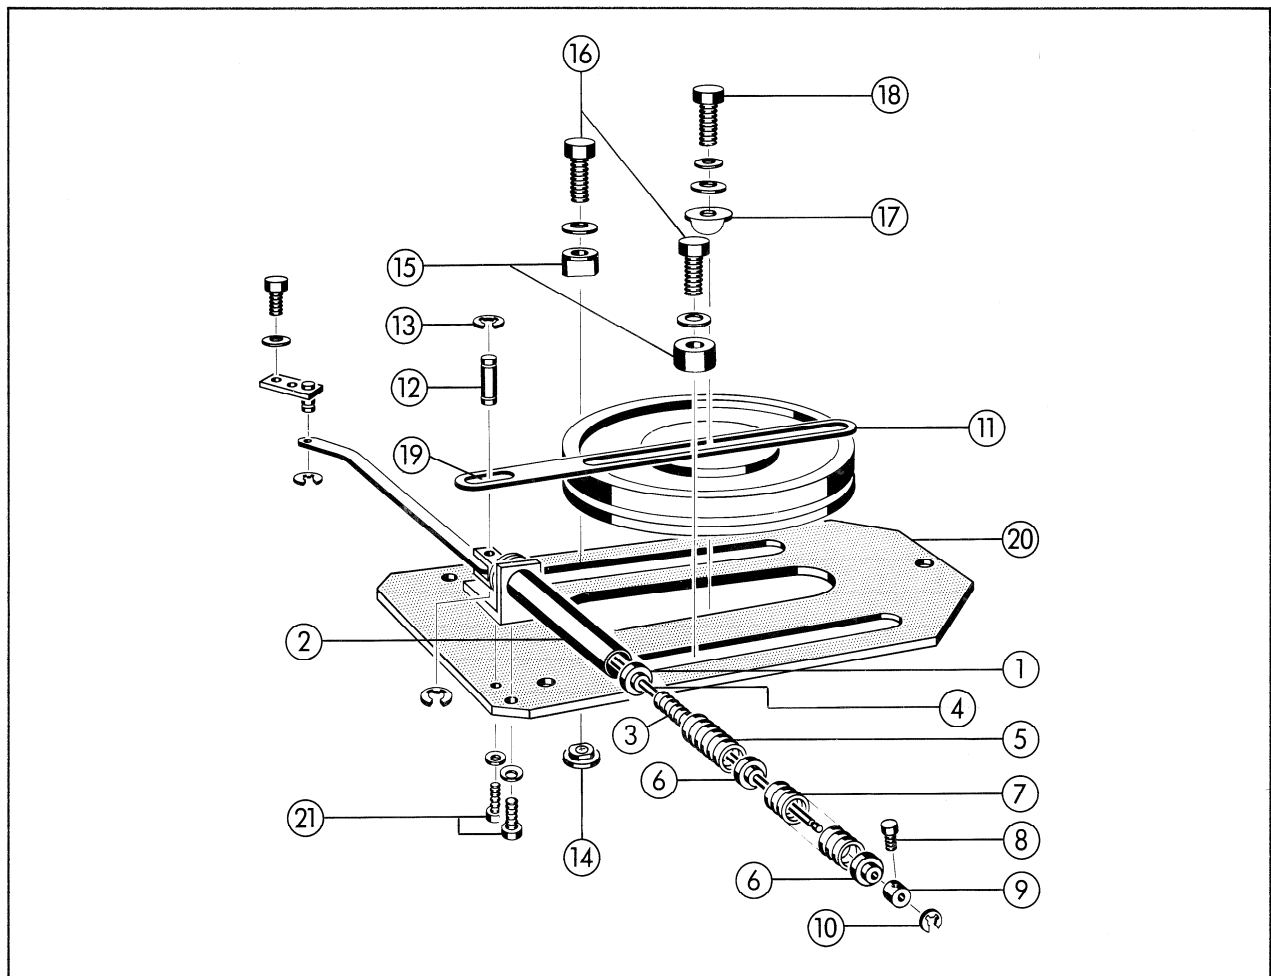
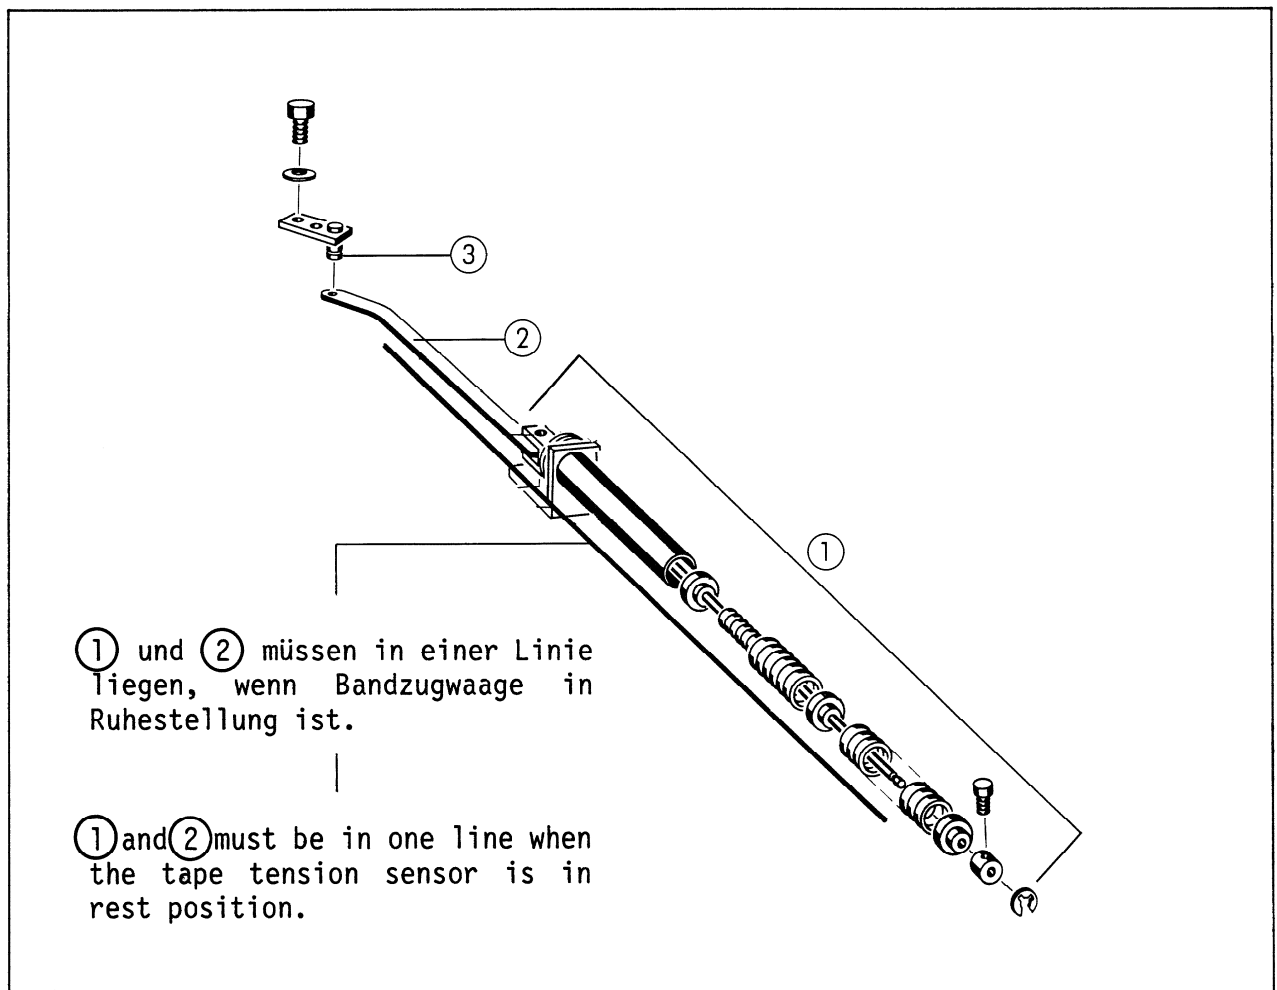
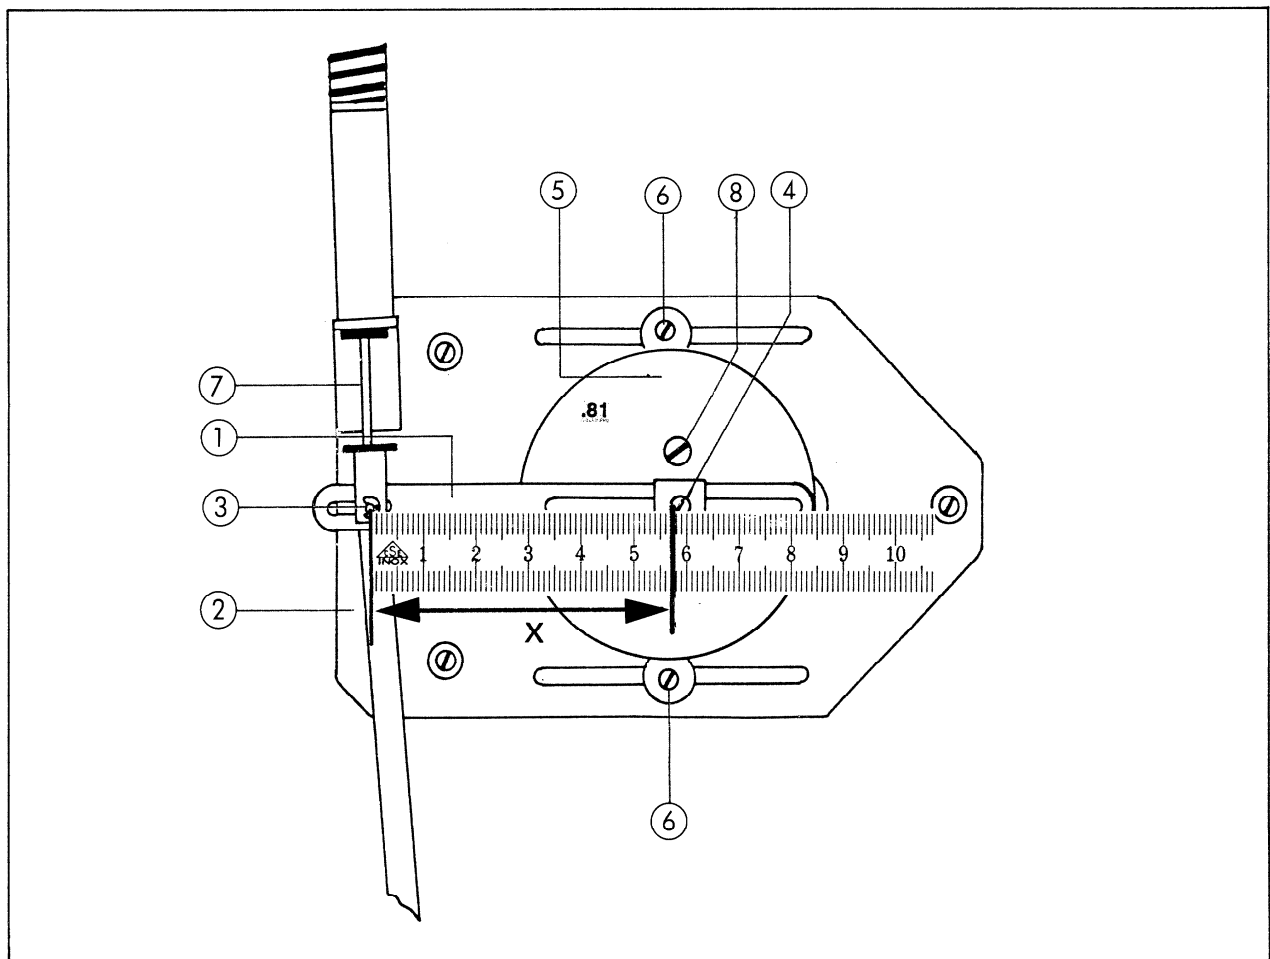

Fig. 3
Fig. 4
Fig. 5
| <p>4. Kontrollieren, dass die Führungshülse ① fest im Führungsrohr ② sitzt, ansonsten einleimen. (Fig. 3).</p> | <p>4. Check and make sure that the guiding sleeve ① is firmly seated in the guiding tube ② if not, cement it in place (fig. 3).</p> |
3. Den neuen Hebel (11) wieder über die Achse (12) schieben und Achse mit Seegerring (13) gemäss Fig. 3 wieder befestigen.
4. Die spez. Muttern (14) von unten in die Langlöcher stecken und die Klemmteile (15) mittels den Schrauben (16) und samt den Sperrscheiben leicht anziehen.
6. Den Hebel (11) mit der Dämpfungsdose koppeln und den Klemmbügel (17) auf den Hebel aufstecken. Schraube (18) mit Unterlagsscheibe und Sperring leicht anziehen.
7. Hebel (11) so verschieben, dass die Kopplungsachse (12) in die Mitte des Langloches (19) zu liegen kommt. Schraube (18) festziehen.
3. Put the new lever (11) over the pin (12) push it back and lock it with the circlip (13) according Fig. 3.
4. Guide the special nuts (14) from the underside into the elongated holes and tighten the clamping parts (15) slightly with screws (16) and lockwashers.
5. Put the dashpot into the center elongated hole. Hook the clamping parts into the groove of the dashpot, and tighten the screws (16).
6. Couple the lever (11) to the dashpot. Slip the clamping bow (17) on to the lever and tighten washer and lock slightly with screw (18).
7. Slide the lever (11) into such a position that the coupling pin (12) is situated in the center of the elongated hole (19). Fasten screw (18).
1. Darauf achten, dass bei Ruhestellung der Bandzugwaagen (Bandzugwaage nicht ausgelenkt), das Federelement ① in einer Flucht (Linie) zum Kupplungsgestänge ② liegt. (Siehe Fig. 4). Falls dies nicht zutrifft, muss die komplette Dämpfungselementgrundplatte ⑳ nochmals gelöst werden (3 Inbusschrauben 3 mm) damit die Schrauben ㉑ zugänglich werden, um das Federelement leicht neigen zu können. (Siehe Fig. 3).
1. Make sure the spring element ① is in line with the coupling rod ②, when the tape tension sensor is in rest position (tape tension sensor not deflected). (See fig. 4). Is this not the case, remove the complete dashpot mounting plate ㉓ (Allen/key screws 3 mm). See fig. 3. Loosen the screws ㉑ and swing the spring assembly sideways until the spring ass. ① is in line with the coupling rod ② according to drawing 4. (The ends of the spring assembly ① are pointing slightly to the outside of the tape transport when properly aligned).
- (2) Ev. Stelling (9) (siehe Fig. 3) vom Anschlag der Wellensicherung (10) leicht distanzieren (max. 4 mm), um einen sauberen Rücklauf der Bandzugwaagensensoren aus jeder Auslenkungsposition gewährleisten zu können.
- (3) Auf minimale Dämpfung und minimalstes Zurückfedern abgleichen. (Der Rücklauf aus der Vollausslenkung der Bandzugwaagensensoren ist bei richtiger Position zügig und kann zu hörbarem Anschlagen führen).
- (2) Make sure that the tape tension sensors return fully from any deflection position. If this is not the case, move the adjusting ring (9) (see fig. 3) slightly from the circlip (10) (max. 4 mm).
- (3) Adjust for minimum damping and for minimum rebounding. (The tape tension sensor's return from the fully deflected position is rather fast and may cause audible stop noise).
1. Ist das Gestänge (7) Fig. 5 sauber und fettfrei? Dasselbe gilt für die Kopplungsachse (3) Fig. 5 sowie die Welle (3) Fig.4.
2. Kann sich die Kopplungsachse (3) Fig. 5 frei im Langloch bewegen, ohne zu streifen.
3. Bilden das Kopplungsgestänge (2) und das Federelement (1) Fig. 4 eine Gerade, wenn sich die Bandwaagensensoren in Ruhestellung (nicht ausgelenkt) befinden?
1. Make sure the shaft (7) (fig. 5) is clean and free from grease. Check for the same clean condition on the coupling pin (3) (fig. 5) and on the bolt (3) (fig. 4).
2. Check that the coupling pin (3) (fig. 5) is able to move freely in the slot without scratching or hinderance.
3. Check that coupling rod (2) and spring assembly (1) (fig. 4) are forming a straight line when the tape tension sensors are in their rest position (not deflected).